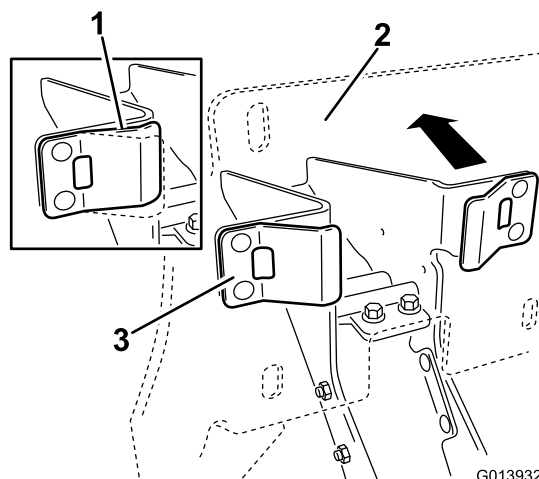

Bild 14
4. Nachdem Sie sich vergewissert haben, dass die Kunststoffanschläge die Federnasen berühren, üben Sie genügend Druck auf die Rückplatte der Wiege aus, um die Federnasen auf halbem Wege zusammenzudrücken (Bild 14).